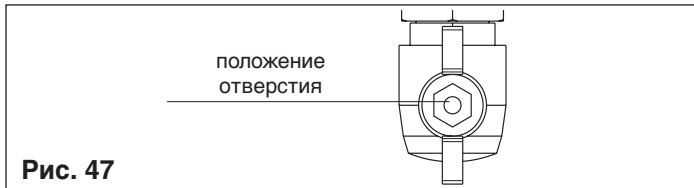

Рис. 47
- откройте газовый кран, чтобы подать топливо (рис. 47), повернув его против часовой стрелки